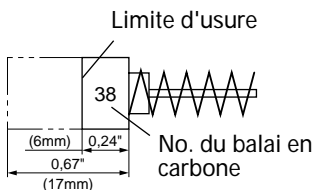

Fig. 18
3. Inspection des balais en carbone (Fig. 18)
REMARQUE: Utiliser le balai en carbone HITACHI No. 38 indiqué sur la Fig. 18.